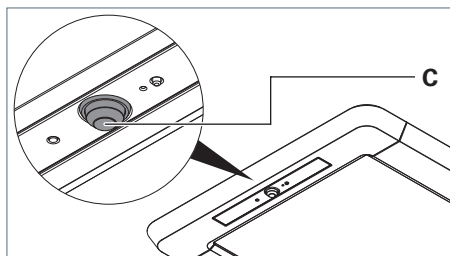
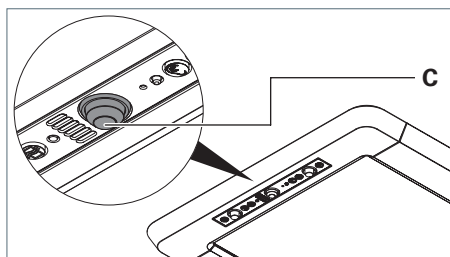

Fig. 22: Capteur PIR, modèle R.
Fig. 23: Capteur PIR , modèle RX.
- Orientez la tête sphérique **C** du capteur PIR dans le sens souhaité, voir Fig. 22 et voir Fig. 23.